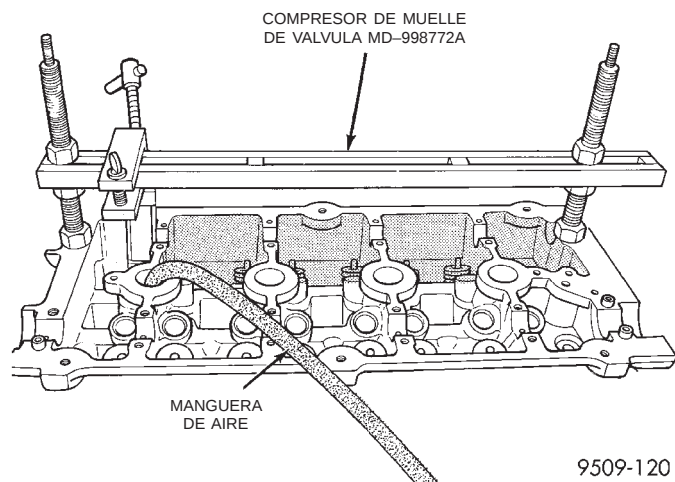

Fig. 48 Muelle de válvula—Desmontaje/Instalación
- (1) Retire los árboles de levas siguiendo el procedimiento previamente descrito en esta sección.
- (2) Gire el cigüeñal hasta que el pistón alcance el PMS de la compresión.
- (3) Instale un adaptador en el orificio de la bujía y con una manguera de aire aplique 620 - 827 kPa (90-120 psi) de presión de aire.
- (4) Utilizando la herramienta especial MD-998772A con el adaptador 6779 (Fig. 48) comprima los muelles de válvula y retire los seguros.
- (5) Retire el muelle de válvula.
- (6) Retire el retén del vástago de válvula con la herramienta específica para estos retenes.
- (2) Instale el muelle de válvula y el retén. Con la herramienta especial MD-998772A y el adaptador 6779, comprima los muelles de válvula sólo lo suficiente como para poder instalar los seguros (Fig. 48). Es importante que la herramienta esté correctamente alineada para evitar mellas en los vástagos de válvula.
- (3) Retire la manguera de aire e instale las bujías.
- (4) Instale los árboles de leva siguiendo el procedimiento previamente descrito en esta sección.
- (5) Instale la tapa de culata de cilindros siguiendo el procedimiento previamente descrito en esta sección.